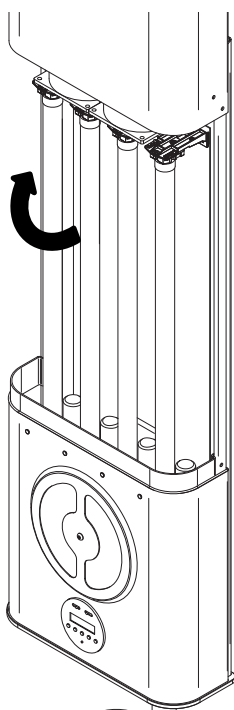

Fig.12
5. A essa altura é possível substituir as lâmpadas; para continuar, segure delicadamente a lâmpada e **gire-a em 90°**, até ouvir um duplo “CLIQUE”, então será possível extraí-la. Repita a operação para as 4 lâmpadas. (Fig. 12)